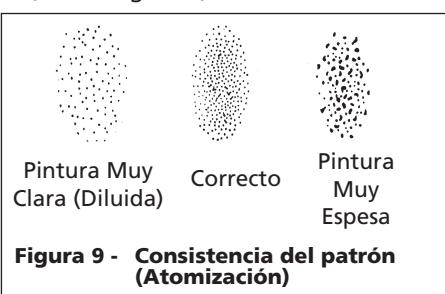

Figura 9 - Consistencia del patrón (Atomización)
4. Oprima el gatillo rápidamente mientras gira la perilla de control en sentido contrario al de las agujas del reloj. Observe el patrón en la pieza de prueba y ajuste la perilla de control de fluído hasta que obtenga el patrón (atomización) deseado (Vea la Figura 9).
5. Si el rocio es muy tosco, reduzca la presión del tanque con el regulador del tanque. Oprima el gatillo rápidamente o abra la válvula para liberar la presión y después aumente la presión poco a poco hasta alcanzar la consistencia deseada en el patrón (Vea la Figura 9).